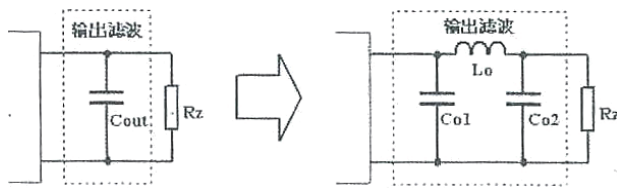

图 2
如何解决上述问题? 笔者的办法是: 找到能够被接受的电容器或者将该电容器一分为二; 电路中设置一个适当的电感器并调整这个电感器的量值达到满足输出纹波的要求。图 2 为以上办法的示意图。
图 2 的几点说明: ①一般电源都是输出有功功率, 即阻性负载。这时, 取 $C_{o1}=C_{o2}$ 将得到最佳滤波效果; ②即使负载有部分感性成分, 因为通常是 C_{o2} 比较大, 其容抗足以应付较大的感性负载冲击, 故一般情况下不必加大 C_{o2} ; ③容性负载(例如电解电源和充电电源)时, 可以减小 C_{o2} 的值, 从而突出 C_{o1} , 故 C_{o2} 可以大幅减小; ④电焊机电源可以取消 C_{o2} ; ⑤谐振性负载, 如超声波电源、感应加热电源等应慎用以上解决方法; ⑥不要把拓扑电感与滤波电感混为一谈; ⑦非特殊情况, 不建议使用两级或多级 LC 滤波。在总电容量和总用铜用磁量相当的情况下,